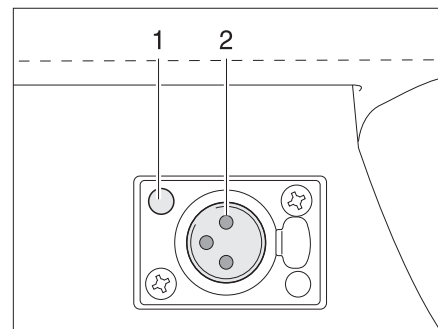

Bild 107 Steckdose
- Stecker im Fuß der Steckleuchte in die Steckdose (Bild 107,1) stecken, bis er hörbar einrastet. Dabei auf die Position der Kontakte (Bild 107,2) achten.